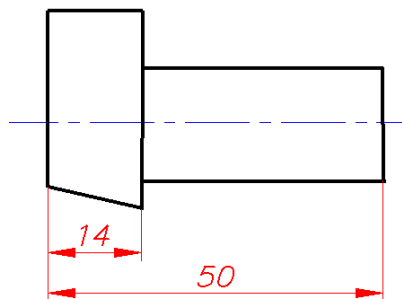

Рис. 5.12
**Внимание!** Прежде чем использовать команду **Базовый размер**, необходимо на данной детали нанести **линейный** размер 14 мм (рис. 5.12).